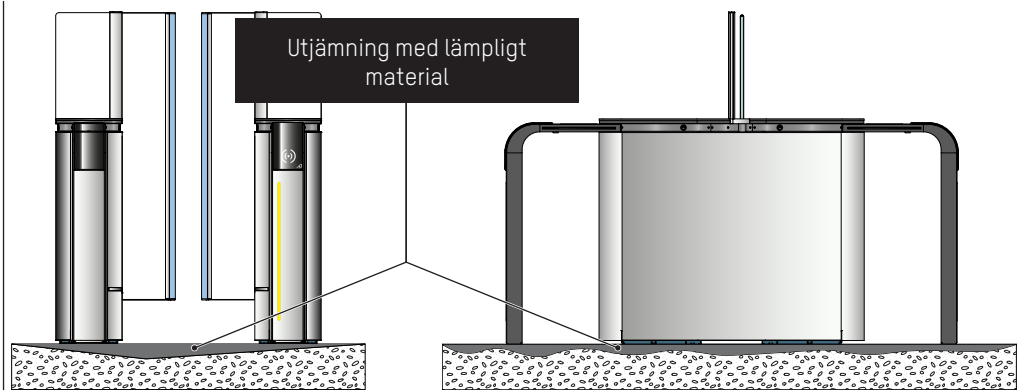

Fig. 23 - Utjämning av golv
- Om golvet är ojämnt eller har en ojämn yta rekommenderar Automatic Systems att man gör en utjämning enligt ovan. (⇒ Fig. 23)